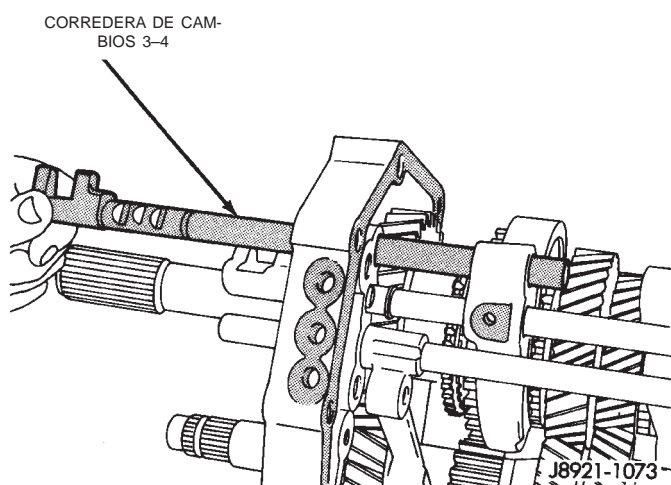

Fig. 71 Desmontaje de corredera de cambios 3-4
(23) Retire la corredera de cambios 3-4 de las horquillas de cambios 1-2 y 3-4 y la placa intermedia (Fig. 71).